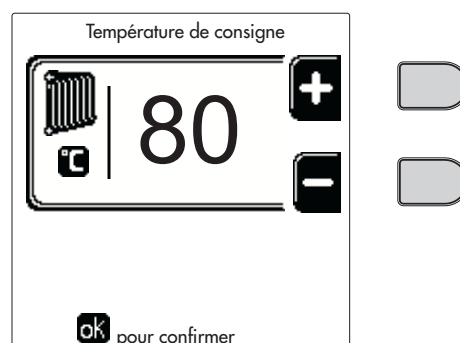
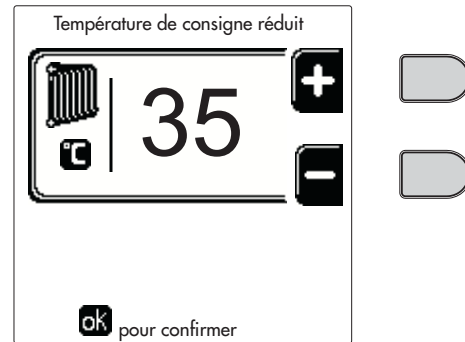
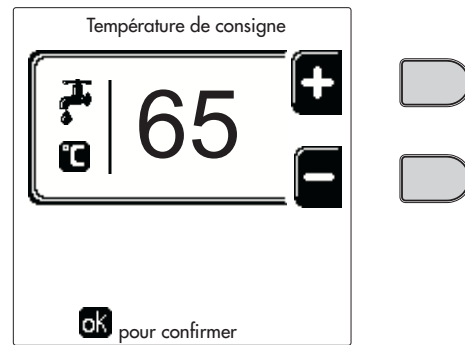
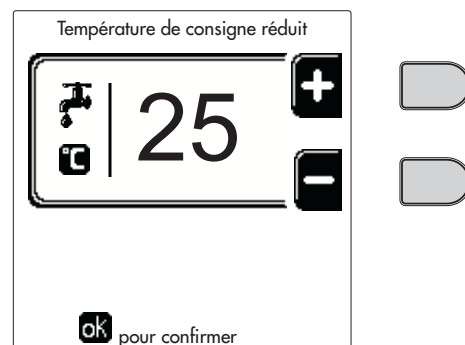

fig. 13
fig. 14
fig. 15
fig. 16
- **ON**. En cas de demande Chauffage/ECS, la chaudière fonctionne à la Température de Réglage Chauffage/ECS (fig. 13/fig. 15) réglée.
- **☼**. En cas de demande de Chauffage/ECS, la chaudière fonctionne en Température de réglage réduite. La température réduite est obtenue en soustrayant la valeur de la température de réglage réduite (fig. 14/fig. 16) de la température de réglage du chauffage/ECS (fig. 13/fig. 15) définie.